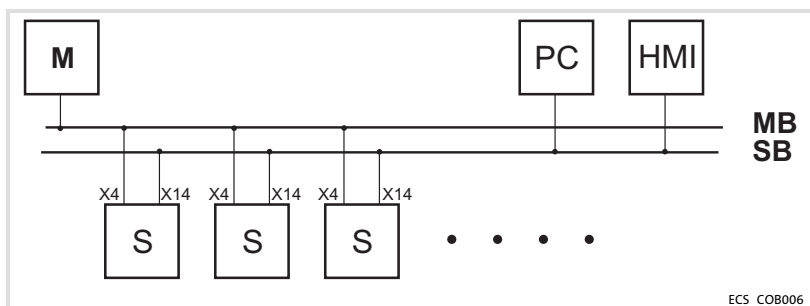

Fig.4-14 Bus Motion CAN avec système de commande maître
- Fig.4-14 : Ici, la commande maître (exemple : ETC) prend en charge la fonctionnalité maître.